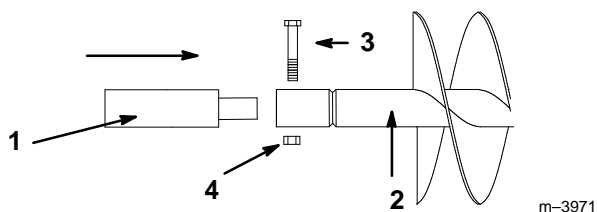

Figure 5
4. Si l'on utilise la tarière avec une rallonge, insérer le bout de la rallonge dans l'extrémité de la tarière, et fixer l'ensemble à l'aide du boulon 7/8"-9 x 4-1/2" et de l'écrou 7/8"-11 (Fig. 5).